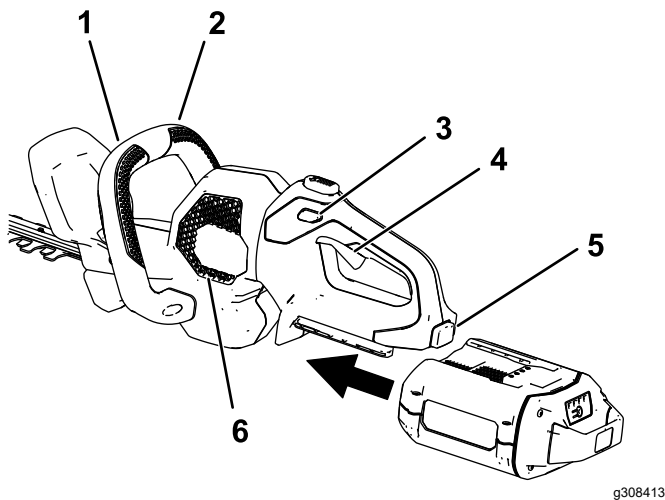

Figura 5
3. Allineate la cavità del pacco batteria con la linguetta nell'alloggiamento dell'impugnatura, afferrate l'impugnatura e spingete il pacco batteria nell'impugnatura fino a quando il fermo non si blocca in posizione (Figura 5).
4. Posizionate una mano sull'impugnatura della levetta. Posizionate l'altra mano sull'impugnatura ausiliaria (Figura 5).
5. Premete l'interruttore di bloccaggio e poi schiacciate l'interruttore della levetta mentre innestate l'interruttore dell'impugnatura ausiliaria per accendere il tagliasiepi (Figura 5).
Il tagliasiepi rimane acceso fino a quando l'interruttore dell'impugnatura ausiliaria è innestato e la levetta è schiacciata. Una volta che il tagliasiepi è in funzione, potete lasciare andare l'interruttore di bloccaggio (Figura 5).
Per arrestare il taglia siepi, lasciate andare la levetta di azionamento, l'interruttore dell'impugnatura ausiliaria, oppure entrambi (Figura 5). Attendete almeno 5 secondi che la lama di taglio smetta di muoversi.